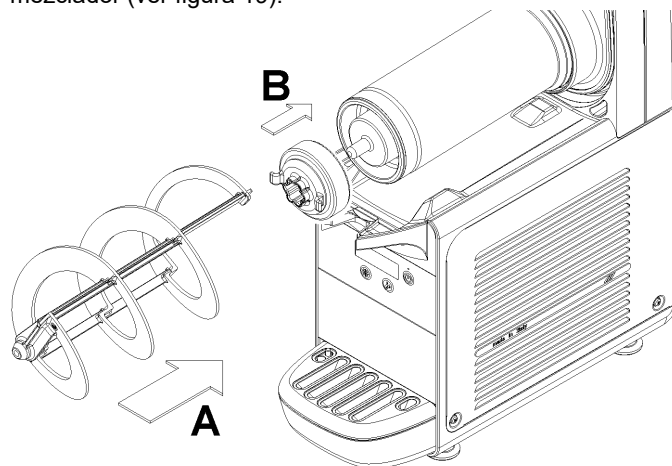

figura 19
- 5 Montar de nuevo el empalme hexagonal y luego el mezclador (ver figura 19).